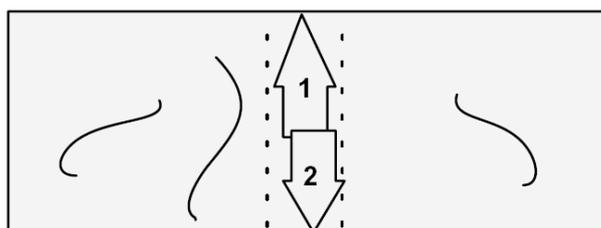

Рис.5. Разглаживание крупной графики от середины широким скребком
- а) Большим скребком для окон, применяя очень слабое давление, разгладить графическое изделие целиком от середины к краям в порядке, показанном на Рис. 5. В конце этого шага пленка должна ровно лежать на основе, а большая часть воды – выдавлена наружу.